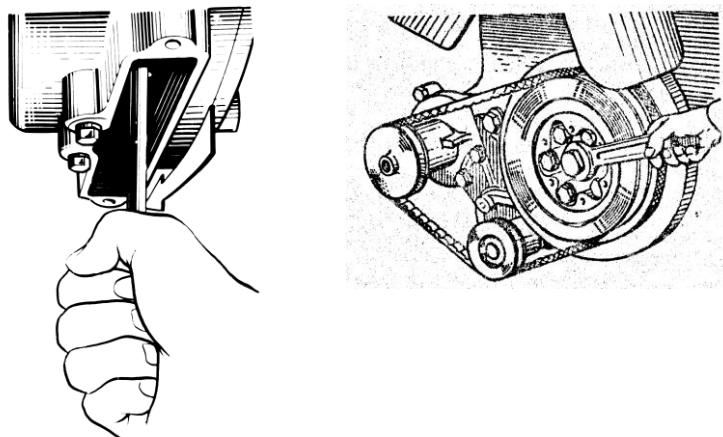

Рис. 55. Проворачивание коленчатого вала
4. Проворачивая коленчатый вал по часовой стрелке (при виде со стороны вентилятора) спереди ключом за болт крепления шкива или сзади воротком за маховик через люк в нижней части картера маховика, используя отверстия в маховике (рис. 55), установить момент, когда впускной клапан первого цилиндра полностью поднимется (то есть закроется). Продолжая вращать коленчатый вал, повернуть его еще примерно на 1/3 оборота ($\approx 120^\circ$). Это положение коленчатого вала соответствует такту сжатия в первом цилиндре и оба клапана этого цилиндра будут закрыты.
Вращать коленчатый вал можно ключом за болт крепления шкива коленчатого вала или ломиком за отверстия в маховике (рис. 55) при снятой крышке люка картера маховика.